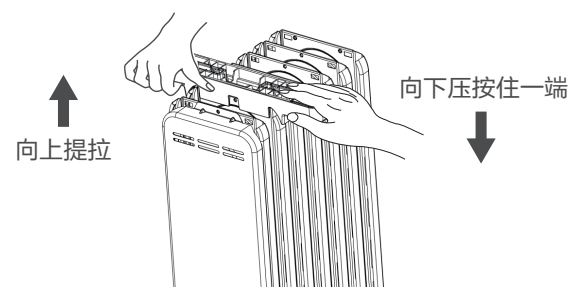

图3
1. 如图3所示，用力按压住支脚端部一侧，另一侧用力向上提拉。